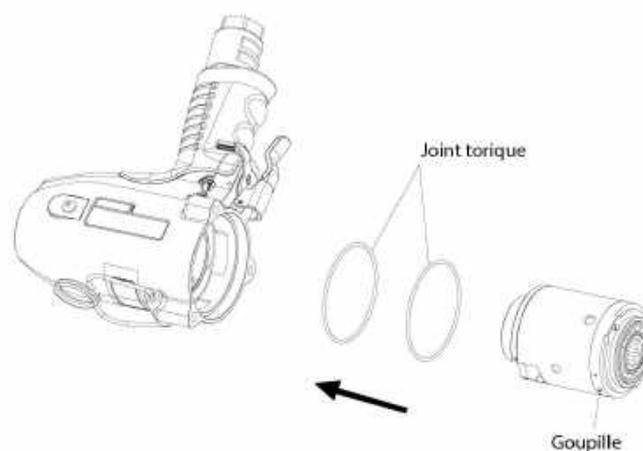

Fig. 95
(4) Assemblage l'ensemble du moteur dans son logement
- Placer deux joints toriques dans le logement, puis l'ensemble moteur. S'assurer que la position du moteur est correcte lors de l'insertion de l'ensemble, à savoir la goupille sur le côté du cylindre doit être face du trou pour fixer la position du moteur comme en Figure 95.